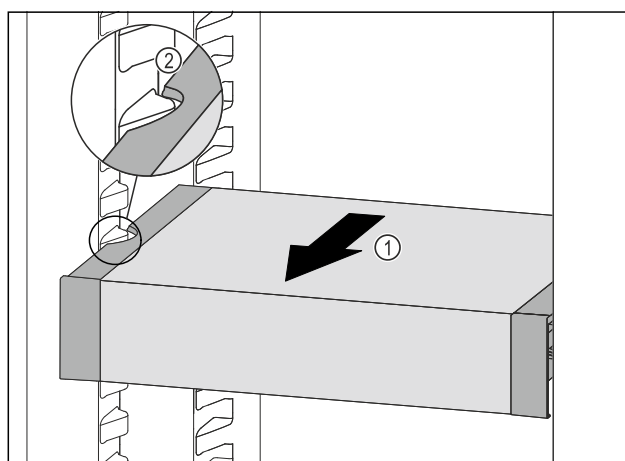

Fig. 121
- ▶ Tõmmake VarioSafe'i ettepoole Fig. 121 (1), kuni VarioSafe'i külgmised väljalõiked asuvad jahutusosas anumaribi kõrgusel. Fig. 121 (2)